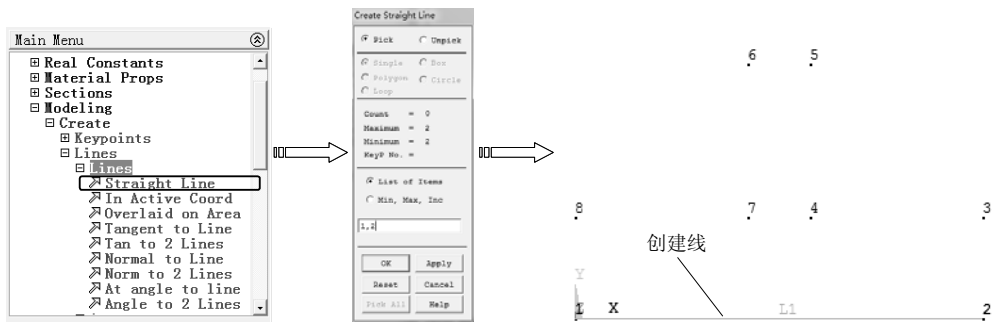

图 10-53 创建直线
4) 选择 “Main Menu>Preprocessor>Modeling>Create>Lines>Straight Line” 命令，弹出 “Create Straight Line” 对话框，在图形区选择关键点 1 和 2，或直接输入两点编号 “1, 2” 绘制直线 L1，然后单击 “OK” 按钮创建直线，如图 10-53 所示。